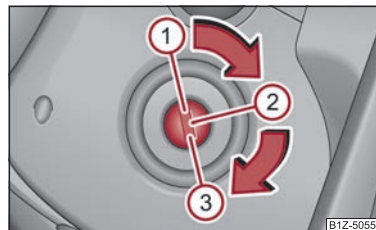

Fig. 84 Posizioni del blocchetto di accensione
- Spegnerne il motore ruotando la chiave d'accensione in posizione ① ⇒ pag. 74, fig. 84.